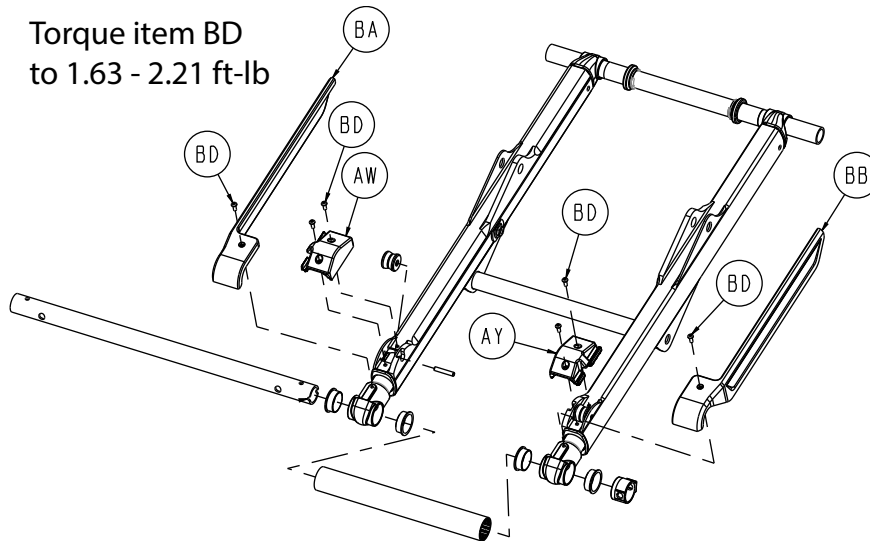

Figure 70 – Composants de l'ensemble de levage
4. À l'aide d'une clé Torx T25, retirer les deux vis d'assemblage à tête ronde (BD) qui fixent le couvercle de rouleau (AW, AY) au tube de levage externe (Figure 70). Retirer et conserver le couvercle de rouleau. Conserver les vis.
5. À l'aide d'une clé Torx T25, retirer la vis d'assemblage à tête ronde (BD) qui fixe le protège-jambe (BA, BB) au tube de levage interne. Retirer et éliminer le protège-jambe de la base. Conserver la vis.